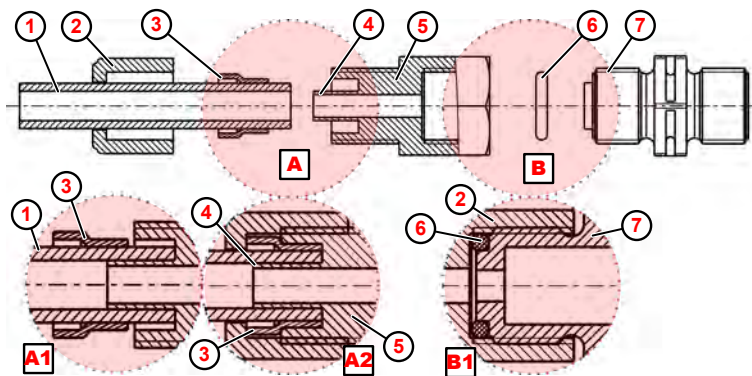

Abb. 17: Rohr- und Schlauchanschluss mit integrierter Stützhülse
1. O-Ring (Abb. 17 , ⑥) in Nut von Saug-, bzw. Druckventil ⑦ legen.
2. Aufschraubverschraubung ⑤ festziehen (Detail B1).
3. Schlauch ① gerade abschneiden.
4. Überwurfmutter ② über Schlauch ① schieben.
5. Klemmring ③ über Schlauch ① schieben.
6. Schlauch ① bis zum Anschlag auf Stützhülse ④ schieben (Detail: A1).
7. Aufschraubverschraubung ⑤ festziehen (Detail A2).